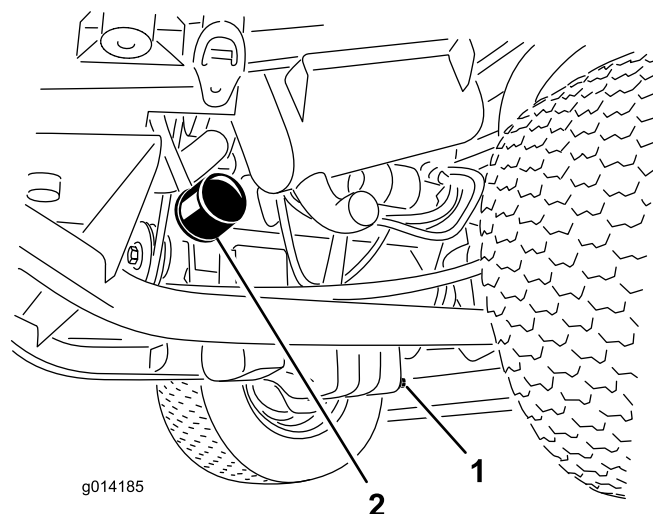

Figure 27
3. Déposez le filtre à huile (Figure 27).
1. Retirez le bouchon de vidange (Figure 27) et laissez couler l'huile dans un bac de vidange.